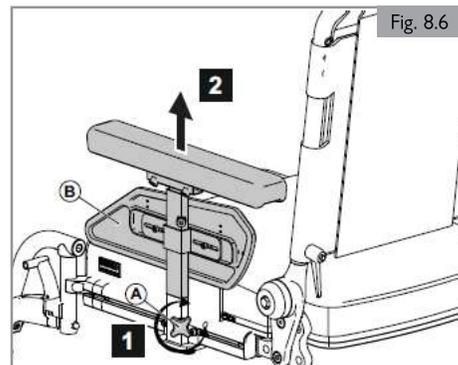

Fig. 8.6
8.5 Accoudoir amovible à montant unique**Dépose de l'accoudoir (Fig. 8.6)**